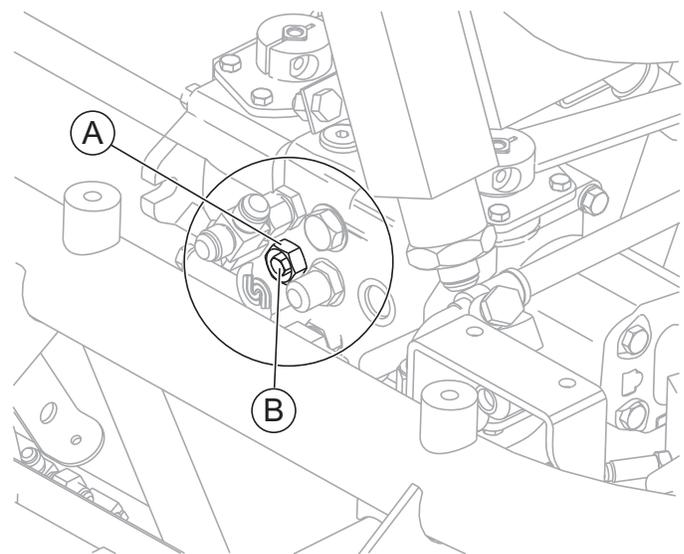

Abbildung 44. Einstellung des Lenkdrucks
3. Die 27-mm (1-1/6 in)-Gegenmutter am Ladeentlastungsventil (A, Abb. 44) lockern.
4. Die kleine Sechskantmutter in der größeren Sechskantgegenmutter (B, Abb. 44) mit einem 12,7 mm (1/2 in) -Schraubschlüssel einjustieren.